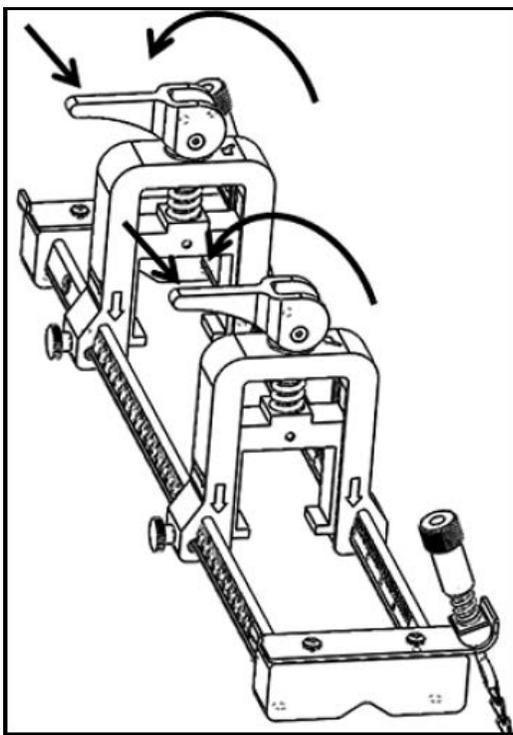

Рис. 22: Освобожденные кулачковые упоры
7. Освободите кулачковые упоры на обоих зажимах измерительных преобразователей, чтобы придвинуть измерительные преобразователи к трубе для обеспечения того, чтобы связующее вещество полностью заполнило зазоры между поверхностями измерительных преобразователей и поверхностью трубы (см. Рис.22 ниже).